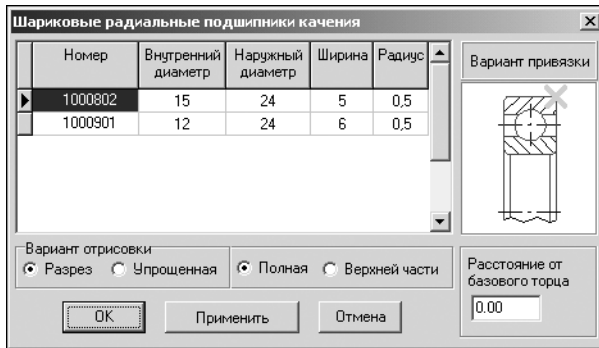

Рис. 5.16.
4. Из раскрывшего списка выберите строку **Шариковые радиальные**. Откроется окно **Шариковые радиальные подшипники качения** (рис. 5.16).